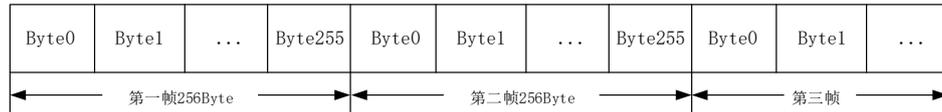

图 4.26 字节分帧示意图
- 字节分帧：该配置用于限制数据包的最大长度，当串口收到“字节分帧”设定数量的字节时会已将收到的数据作为一个数据包转发出去；如图 4.26 所示，当“字节分帧”设置为 256 时，则串口每接收 256Byte 时就会自动分帧。